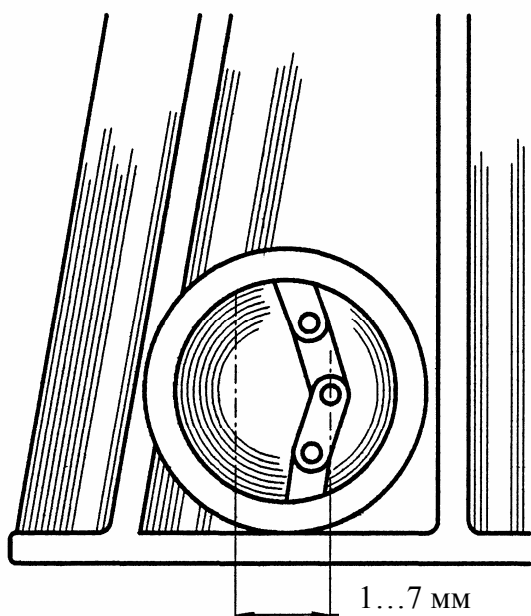

Рис. 21 – Регулировка натяжения цепи коробки реверса
- разворотом диска ведомого шкива против часовой стрелки до упора натяните цепь, разворотом диска по часовой стрелке – расслабьте. Разность указанных положений цепи должна составлять 1...5 мм (см. рис. 21);